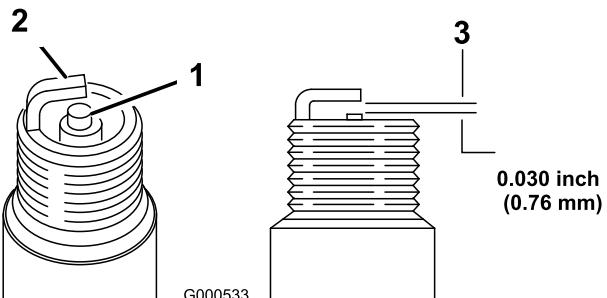

Figure 32
- Contrôlez l'écartement entre l'électrode centrale et l'électrode latérale (Figure 32). Courbez l'électrode latérale (Figure 32) si l'écartement est incorrect.
- Examinez le centre de la bougie (Figure 32). Si le bec de l'isolateur est recouvert d'un léger dépôt gris ou brun, le moteur fonctionne correctement. S'il est couvert d'un dépôt noir, c'est généralement signe que le filtre à air est encrassé.